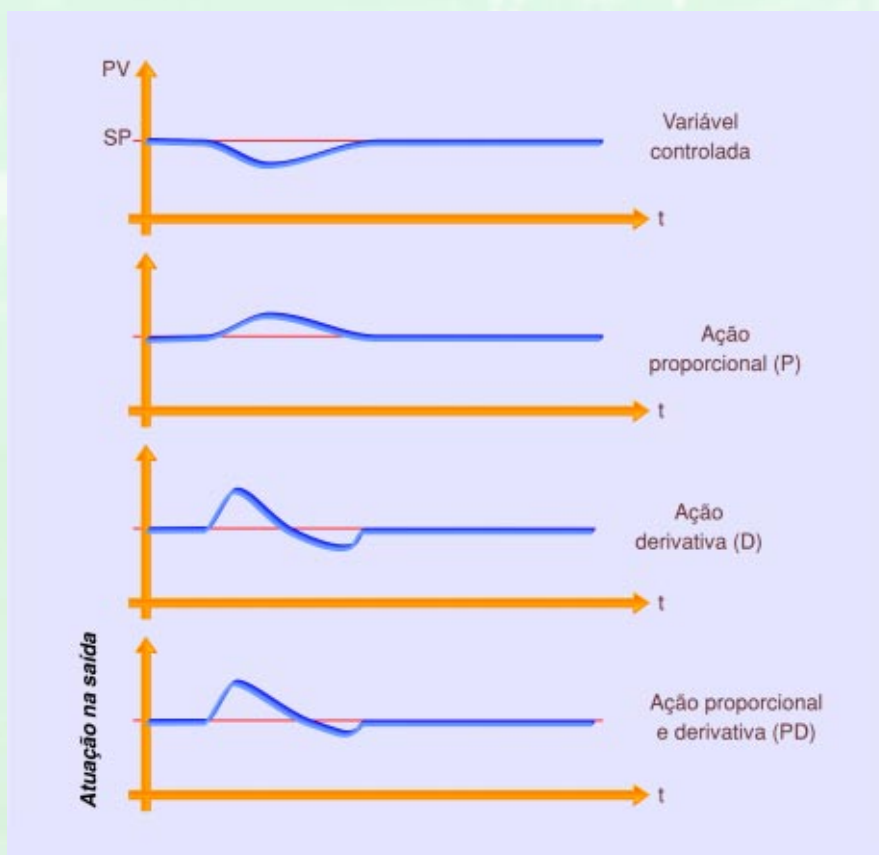

Figura 11 - Gráfico de um controle derivativo (D).
A ação derivativa associada com a ação proporcional (PD) resulta em uma correção antecipada a um desvio que ainda não aconteceu, podemos chamar também de supercorreção, conforme ilustram os gráficos da **figura 11**.